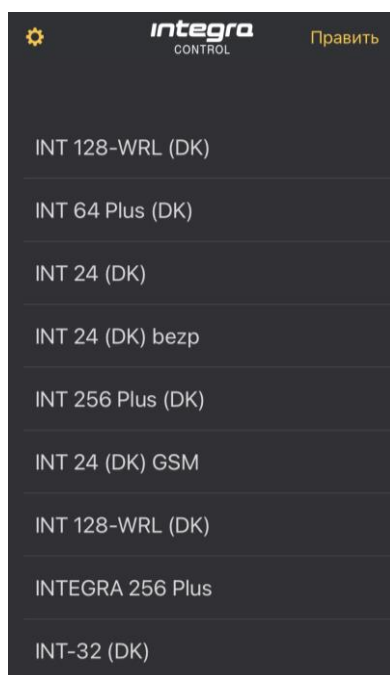

Рис. 6. Приложение INTEGRA CONTROL. Список добавленных ПКП.
7. Добавленный приемно-контрольный прибор появится в списке экрана «Объекты» (рис. 6).